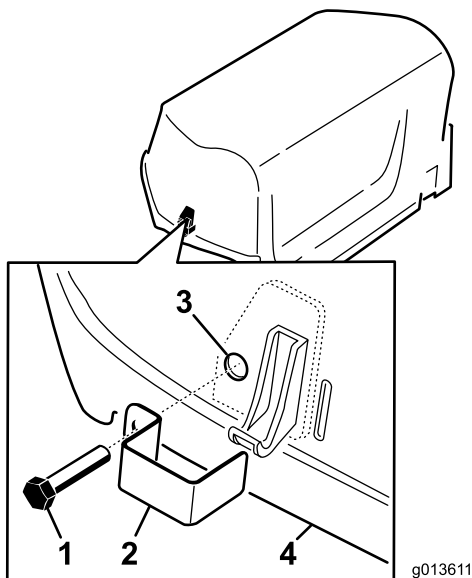

图 15
2. 用带头螺栓共 2 个将门锁盖安装到机罩门锁上图 15。